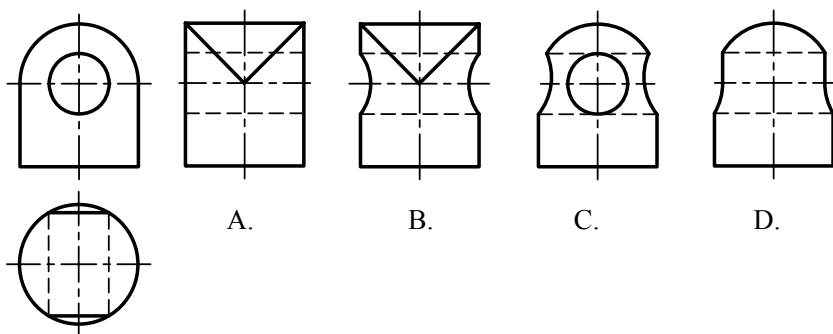

图 1-4
35. 根据图 1-4 所示主、俯视图, 则正确的左视图为 ()。